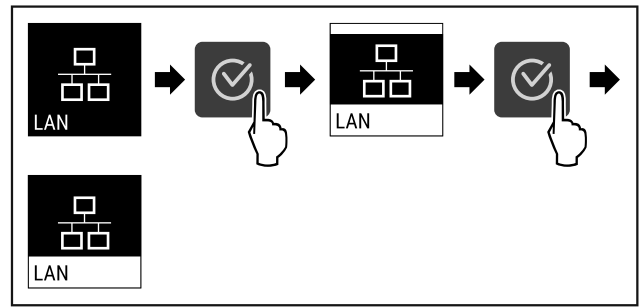

Fig. 82
- ▶ Kryeni hapat e veprimit (shihni Fig. 82).